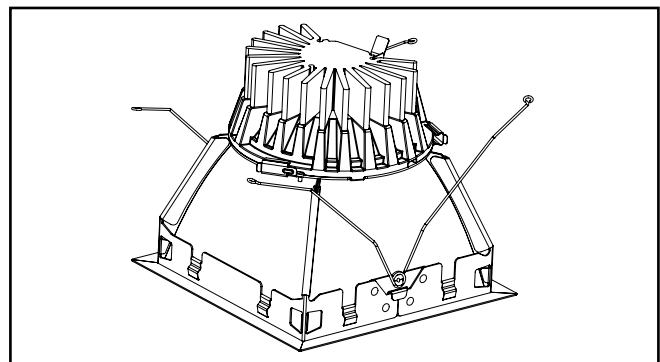

Figure 8.
9. Assurez-vous que le connecteur est correctement enclenché. (Figure 8).